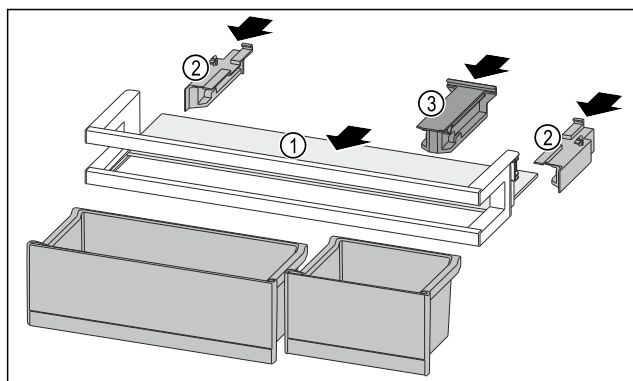

Fig. 263
- ▶ 将搁板 Fig. 263 (1) 推入侧面凹槽。
- ▶ 插入侧面部分 Fig. 263 (2)。
- ▶ 插入定位件 Fig. 263 (3)。